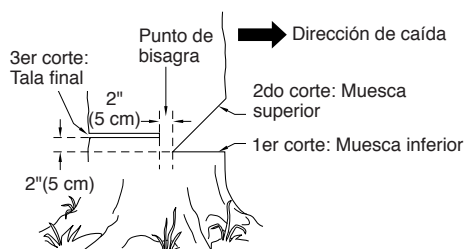

Figura 8 - Tala de un árbol
La preparación correcta de una muesca determinará la dirección en que caerá el árbol. Corte la muesca del lado del árbol correspondiente a la dirección en la cual desea que éste caiga (vea la Figura 8). Siga las instrucciones a continuación para cortar la muesca.
1. Haga el corte inferior de la muesca tan cerca del suelo como sea posible. Sujete la sierra de modo que la barra de guía se encuentre en posición horizontal. Corte a través del tronco del árbol hasta atravesar 1/3 de su diámetro (vea la Figura 8). **Nota:** Haga siempre este corte inferior horizontal en primer lugar. Si la hace en segundo lugar, el árbol puede presionar la cadena o la barra de guía.
Por ejemplo: Si el corte inferior tiene una profundidad de 20 cm, comience el corte superior 20 cm por encima de aquél. Corte en dirección hacia abajo y a un ángulo de 45°. El corte superior de la muesca debe llegar y unirse al punto final del corte inferior (vea la Figura 8, página 34).
1. Haga el corte de tala final 5 cm por encima del corte inferior de la muesca y sobre el lado opuesto del árbol (vea la Figura 8, página 34). Mantenga el corte de tala final paralelo al corte inferior de la muesca.
⚠ ADVERTENCIA: No atraviese el árbol completamente. Deje alrededor de cinco centímetros de diámetro sin cortar, directamente detrás de la muesca (vea la Figura 8). Esta porción sin cortar funciona a manera de bisagra. La bisagra ayuda a evitar que el árbol se tuerza y caiga en la dirección equivocada.